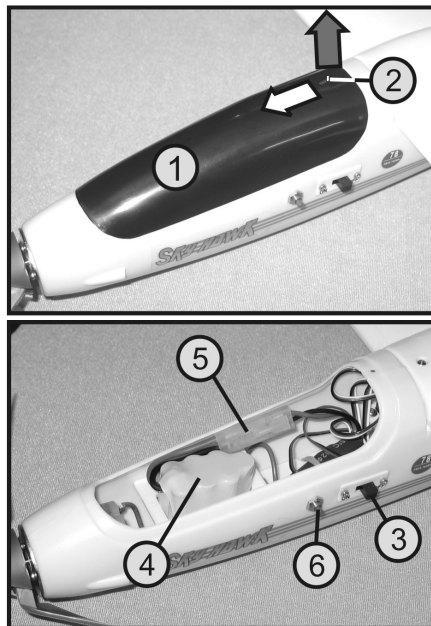

Figura 10
- Mettere quindi in funzione il trasmettitore e accendere il ricevitore nell'aeromodello tramite l'interruttore di funzionamento (vedere figura 10, pos. 3).
- Dopo l'accensione del ricevitore, il motore non è ancora pronto all'uso. Il motore può essere messo in moto solo se si preme il tasto di sicurezza (vedere figura 10, pos. 6) dopo aver acceso il ricevitore.
Prima di azionare il tasto di sicurezza sull'aeromodello (vedere figura 10, pos. 6), accertarsi che lo stick di controllo per la funzione motore si trovi nella posizione più bassa, "motore spento".